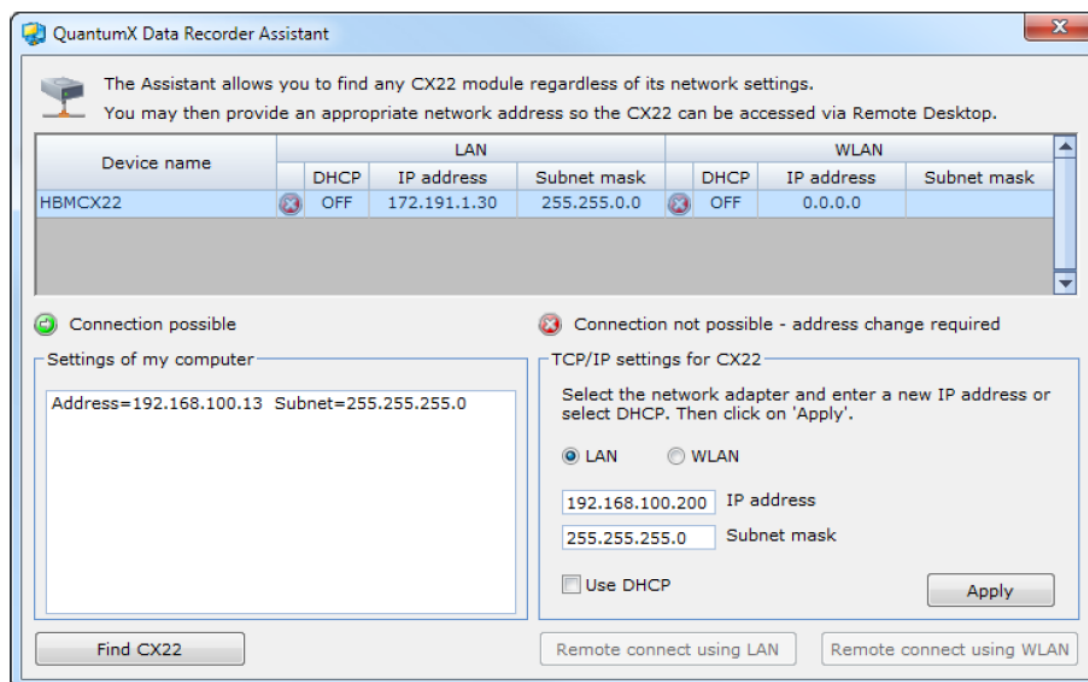

図 6.2 : ネットワーク検索後の QuantumX Data Recorder Assistant の画面表示 (WLAN の例)
3. CX22-W データレコーダがトップリストに表示されます。併せて、各インターフェースのカレントアドレスも表示されます（図 6.2）。
6. CX22-W データレコーダがトップリストに表示されます。併せて、各インターフェースのカレントアドレスも表示されます (図 6.2)。